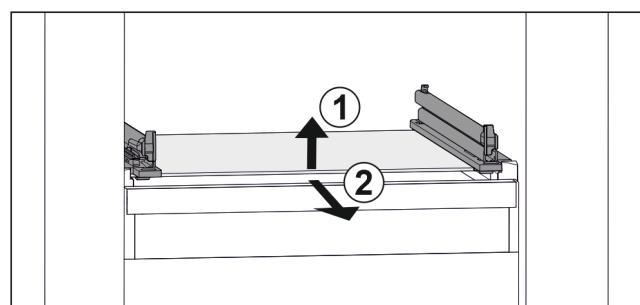

Fig. 76 Reprezentare exemplificativă a plăcii de sticlă
- Ridicați placa de sticlă din față. Fig. 76 (1)
- Extragăți placa de sticlă spre înainte. Fig. 76 (2)